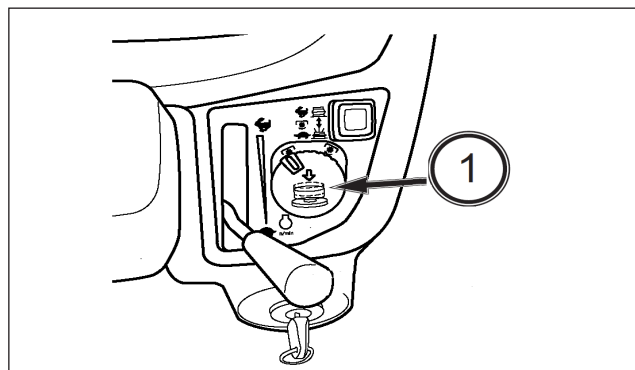

FIG. 44
FIG. 44 et 45 : l'interrupteur de la PDF (1) est utilisé pour engager et désengager le système d'entraînement de la PDF. L'interrupteur doit être poussé, puis tourné dans le sens horaire. Quand la PDF est engagée, le témoin de la PDF (2) de la rangée de témoins s'allume.